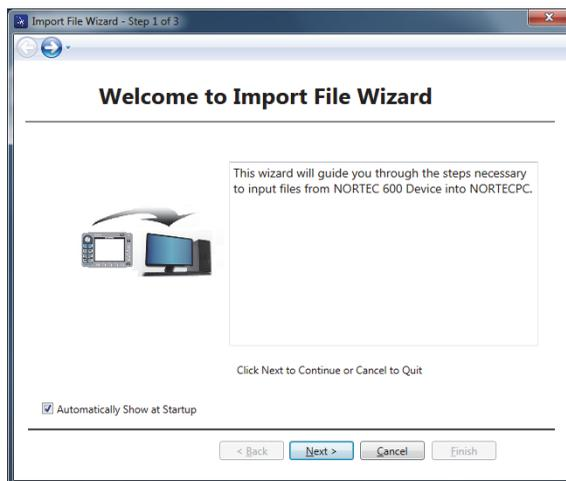

图 6-1 导入文件向导对话框
1. 点击 **Next**（下一步），初始化向导的文件导入过程（参见第 286 页的图 6-1）。